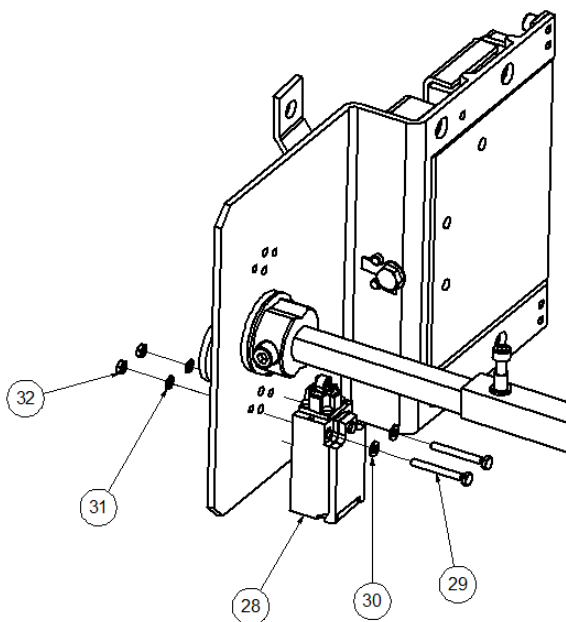
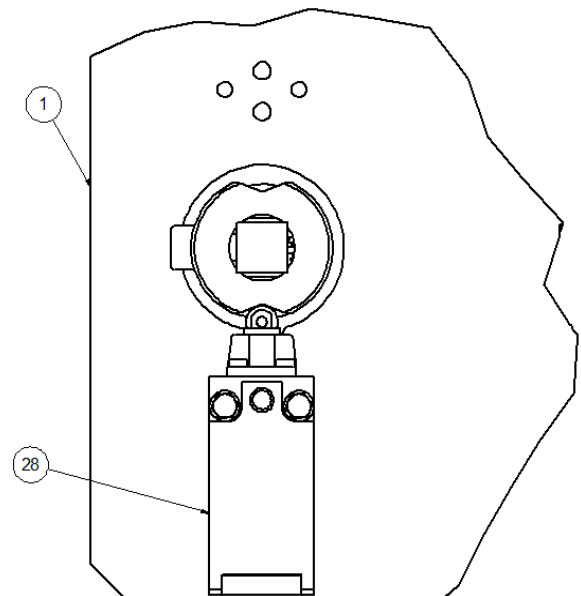

Figura 17: Colocación OMRON
Figura 18: Contacto OMRON alineado con Soporte Inferior
El contacto de seguridad (28) se coloca en el soporte inferior (1) tal y como indica la Figura 17. Para colocar el contacto en la posición correcta, se alinea la cara inferior del contacto con la cara inferior del soporte como se puede ver en la Figura 18. El contacto (28) queda fijado insertando dos tornillos DIN 933 M4 X35 (29), dos arandelas DIN 125 M4 (30), dos arandelas DIN 6798 M4 (31) y dos tuercas DIN 934 M8 (32). De esta forma el contacto se encuentra no actuado para la posición de reposo de la timonería y se activará cuando la timonería actúe.